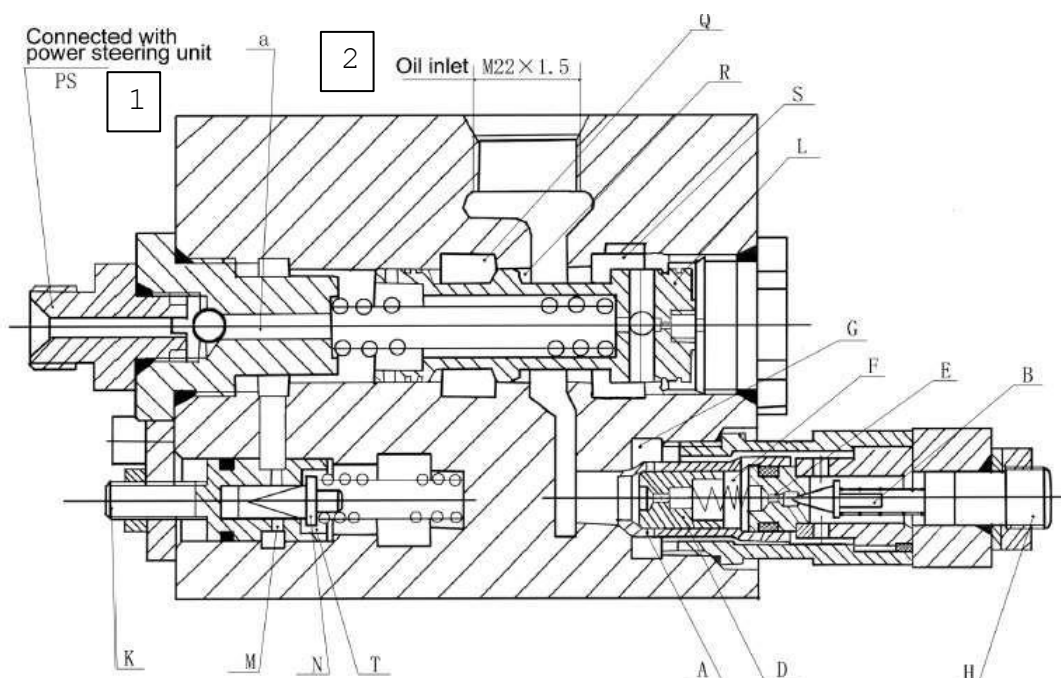

Рис. 10-6:
10.3.2. Предохранительный клапан и делитель потока (См. Рис. 10-6).